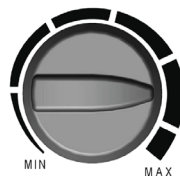

FIG. 4
- Temperaturen i rummet kan indstilles ved hjælp af drejeknappen (Fig. 4). Når den forudindstillede temperatur er nået, slukker termostaten automatisk for varmeelementet, mens blæseren fortsætter med at køre for at beskytte apparatet mod overophedning. Hvis temperaturen falder til under den forudindstillede værdi, tænder systemet for varmeelementet igen.